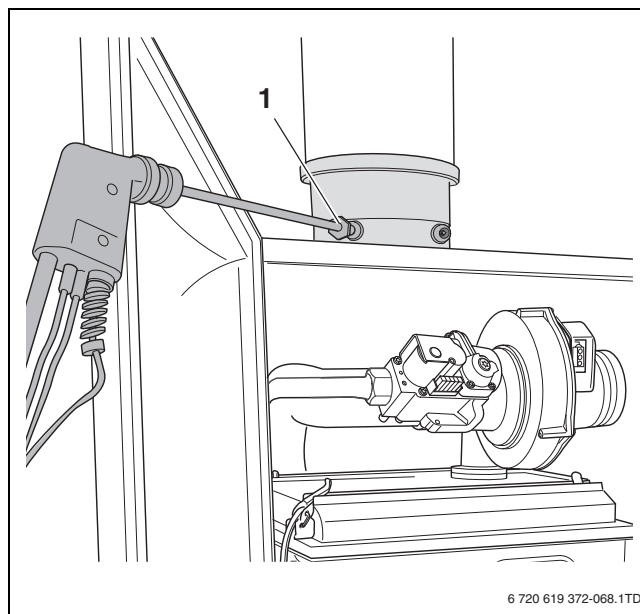

Fig. 74 Misurazione del tenore di monossido di carbonio
- Rimuovere la copertura sul punto di misurazione dei gas combusti (→ fig. 74, [1]).
- Collegare il dispositivo di misurazione-analisi gas nel punto di misurazione sinistro (→ fig. 74).
- Misurare il tenore di monossido di carbonio nel punto di misurazione per gas combustibili (→ fig. 74).
- Rimuovere il dispositivo di misurazione-analisi gas, rimontare la copertura sul punto di misurazione dei gas combustibili (→ fig. 74, [1]).